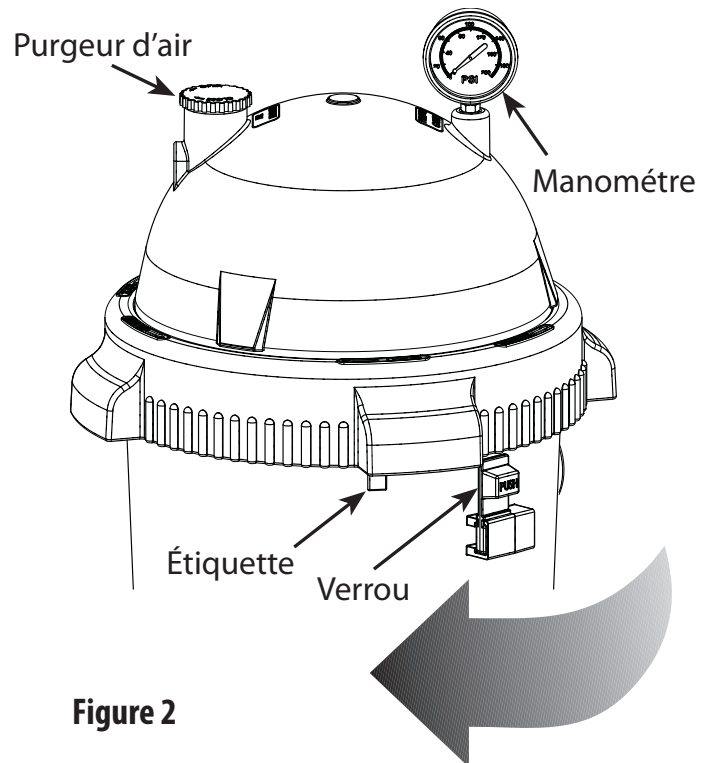

Figure 2
1. Verrouiller en toute sécurité en place la bague Pro-Clean Ring en la tournant à DROITE, jusqu'à ce que l'on entende un «déclit», au-delà du verrou de sécurité (se reporter à la Figure 2). Arrêter de tourner la bague dès que l'on entend un déclit au-delà du verrou. Il se peut que
2. Poser le manomètre et le purgeur d'air sur le couvercle du corps du filtre (se reporter à la Figure 2).